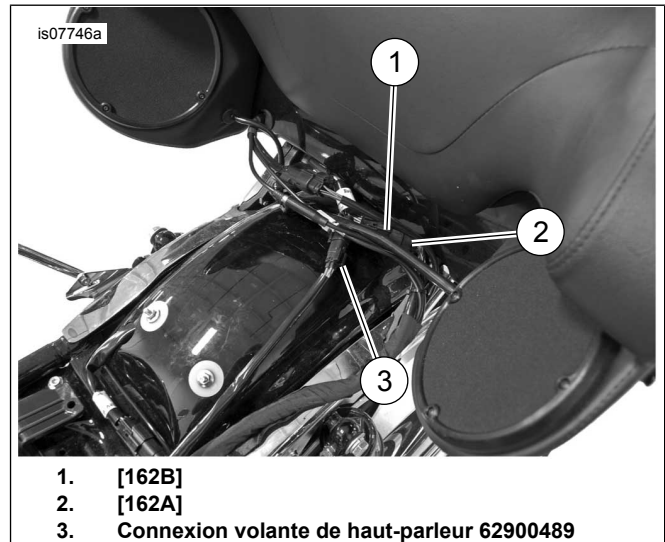

Figure 12. Interconnexion de nacelle de haut-parleur arrière
11. Voir Figure 12 . **Modèles équipés de SiriusXM** : repositionner l'antenne SiriusXM avec son support en suivant les instructions de ce kit. Poser le fusible principal et vérifier le fonctionnement de la radio.